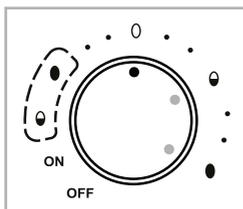

Fig. 4
- Selectați **simbolul oului** din zona corespunzătoare (fig. 4) dacă ouăle sunt mai mari decât cele medii (dimensiunea XL):